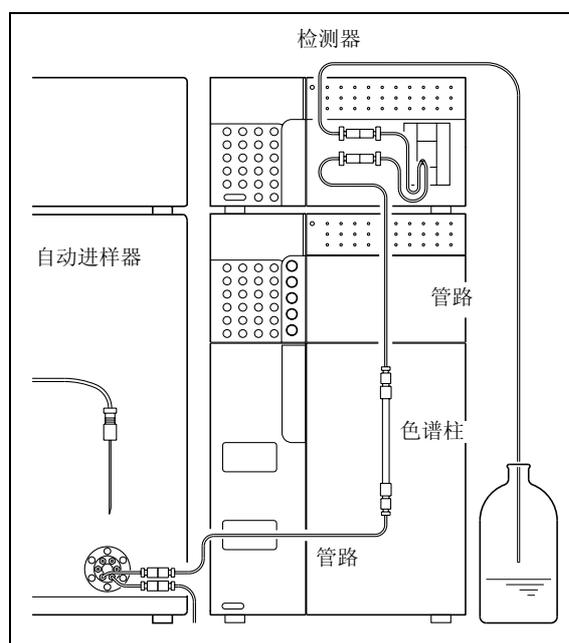

图 7.11
- 清洗完成后，将流动相（水与甲醇的混合剂 (3/2, (v/v)) 倒入贮液瓶，然后将色谱柱重新连接到 LC 系统 (图 7.11)。